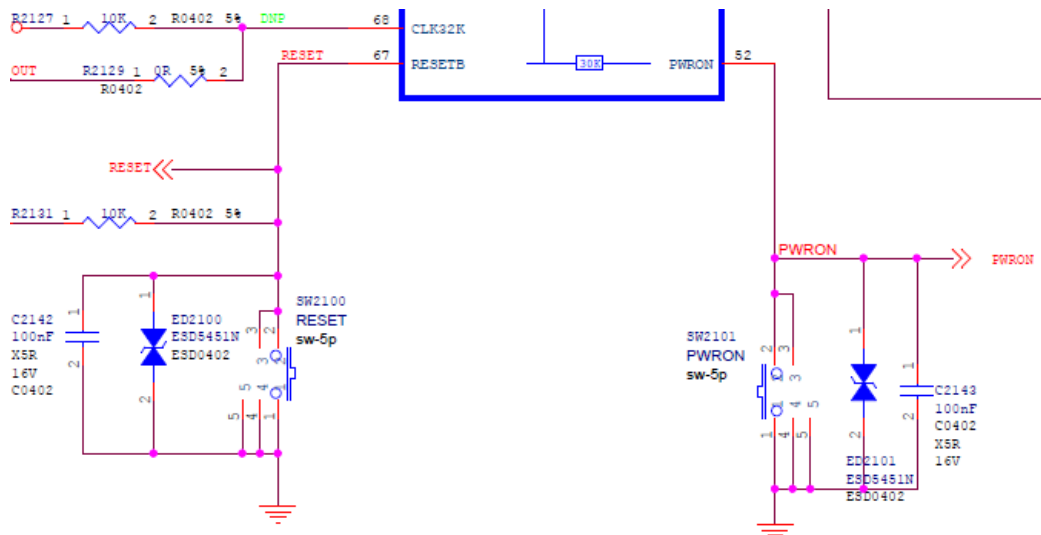

图 3-5 EVB按键设计
- 2.ADC供电电源由ADC_AVDD_1V8提供，根据图3-5的电阻参数可以计算出对应的按键键值。